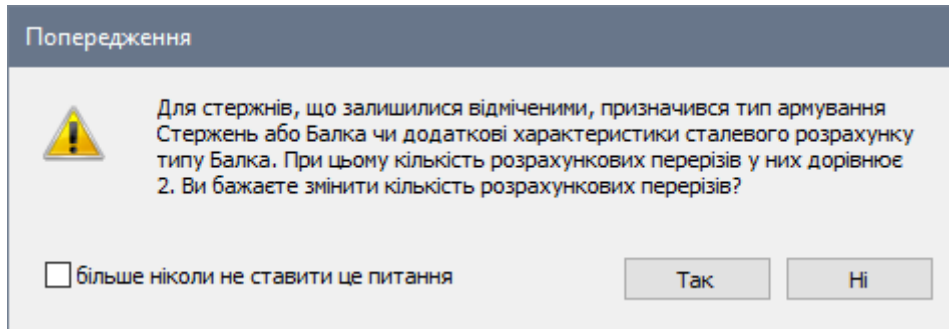

Рис. 19.15. Діалогове вікно **Попередження**
- У діалоговому вікні **Попередження** (рис. 19.15) натисніть кнопку **Так** (це повідомлення з'являється через те, що для відмічених стержнів застосувався тип армування **Балка**. При цьому кількість розрахункових перерізів у них дорівнює 2, а для конструювання згинального елемента, потрібно обчислити зусилля в трьох або більше перерізах).